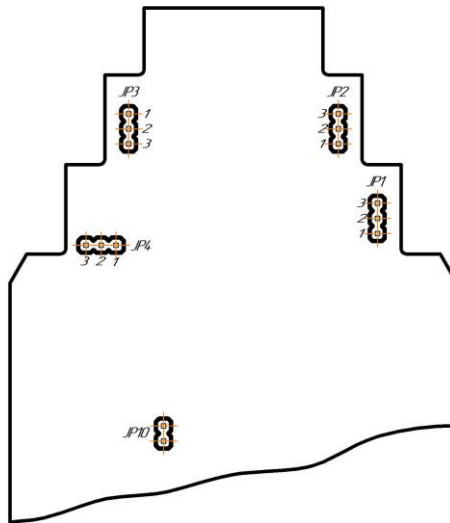

Рисунок 5.1 – Положение перемычек на плате модуля (корпус модуля снят)
4.3.6.1 Обесточить модуль, снять с шины и установить перемычку JP10 (положение – см. рис. 5.1), после чего установить модуль обратно на шину. Модуль перейдет в режим конфигурации сетевых настроек, о чем будет свидетельствовать мигание светодиода "PWR" на передней панели прибора.
Для питания пассивных датчиков с токовым выходом по двух или трехпроводной схеме можно использовать внутренний источник питания ($I_{\text{вых.макс.}}=25 \text{ mA}$, $U_{\text{вых}}=21 \text{ V}$), для чего нужно установить перемычки JP1-JP4 (размещение – см. рис. 5.1, стр. 14) в положение 1-2 и использовать схему подключений, показанную на рис. Б.3.